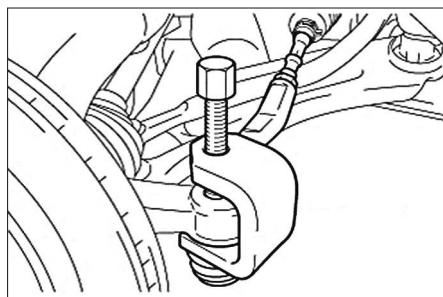

FIG. 4
- Extracteur de rotule de direction (réf : 09611-12010) (Fig.4).
- À l'aide de l'extracteur (Fig. 4), déboîter la rotule de direction.